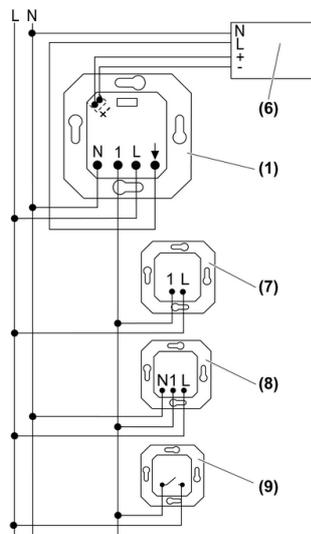
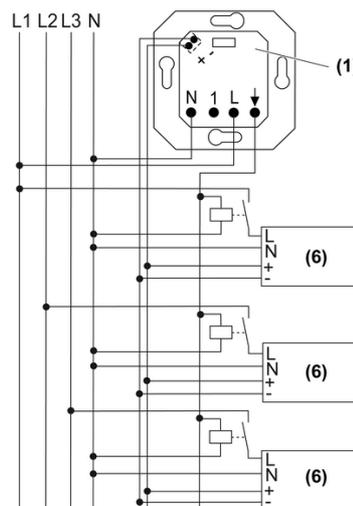

Figura 2: Schema di collegamento con regolatori esterni opzionali
Figura 3: Schema di collegamento con conduttori esterni diversi
- (8) Utilizzo di regolatori esterni a 3 fili
- (9) Tasto installazione, contatto NA
- Collegare il modulo 1-10 V come da schema di collegamento (figura 2) o (figura 3).